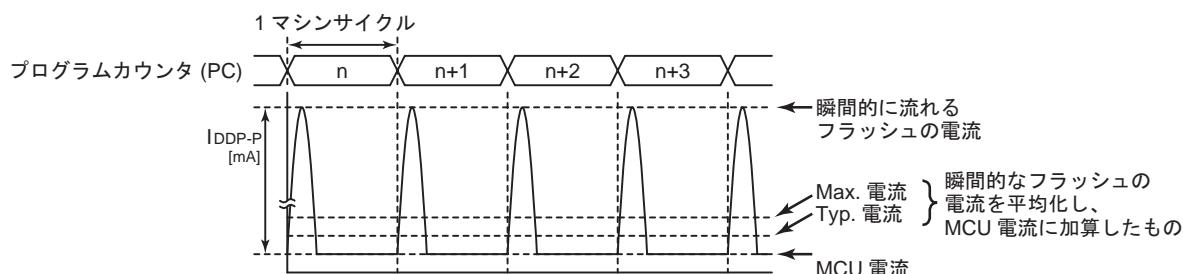

図 25-4 フラッシュメモリの間欠動作
- 注 7) フラッシュメモリでプログラムが動作しているとき、またはフラッシュメモリからデータをリードしているとき、フラッシュメモリは間欠動作を行いますので、瞬間に図 25-4 のようなピーク電流が流れます。よってこの場合の電源電流  $I_{DD}$  (NORMAL1/2, SLOW1 モード時)は、ピーク電流を平均化した電流値と MCU 電流の和となります。